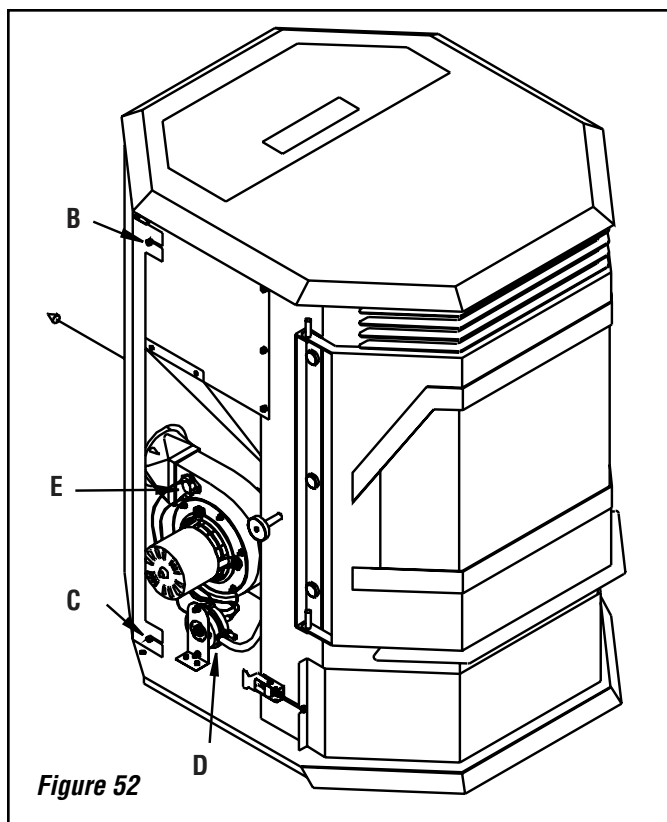

Figure 52
2. Localiser le détecteur sur le ventilateur de combustion (voir *figure 52*).
3. Desserrer les deux vis indiquées par les repères B et C à la *figure 52* et recommencer l'opération de l'autre côté du poêle. La face arrière peut alors être tirée en arrière et dégagée du poêle.
Le poêle Winslow PS40GL est équipé d'un interrupteur à dépression situé derrière la porte gauche, fixé au socle (voir **figure 52**, repère D). Si une dépression se crée dans le foyer suite à une fuite, l'ouverture de la porte avant, une évacuation bouchée ou un défaut d'étanchéité dans le tiroir à cendres, cet interrupteur la détecte et déclenche l'arrêt du poêle.
(Fermeture à 60 °C/140 °F) Ce détecteur installé sur le ventilateur de combustion (voir **figure 52**, repère E) arrête le poêle lorsqu'il ne détecte aucun feu dans la chambre de combustion.